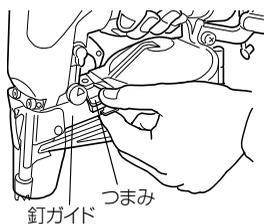

図 6
- (1) マガジンに釘を入れる
- 釘ガイドとつまみに指を掛け、つまみを押し開きます。(図6)